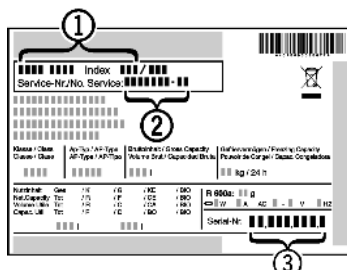

Fig. 20
- ▶ Identificați denumirea aparatului Fig. 20 (1), numărul de service Fig. 20 (2) și numărul de serie Fig. 20 (3) pe marca de fabricație. Marca de fabricație se află pe partea stângă în interiorul aparatului.
- ▶ Informați serviciul de asistență a clienților și comunicați tipul defecțiunii, denumirea aparatului Fig. 20 (1), numărul de service Fig. 20 (2) și numărul de serie Fig. 20 (3).